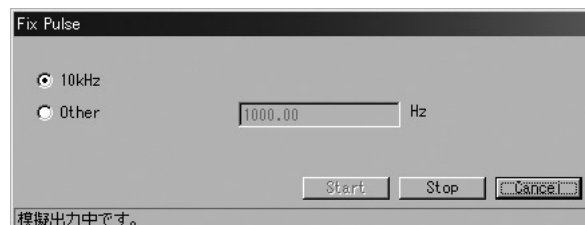

図86
- ④ 「OK」ボタンをクリックすると設定したパルス周波数が出力されます。この模擬出力値の出力中は図86のように“模擬出力中です。”というメッセージが表示されます。模擬出力を停止させる場合は「Stop」ボタンをクリックします。